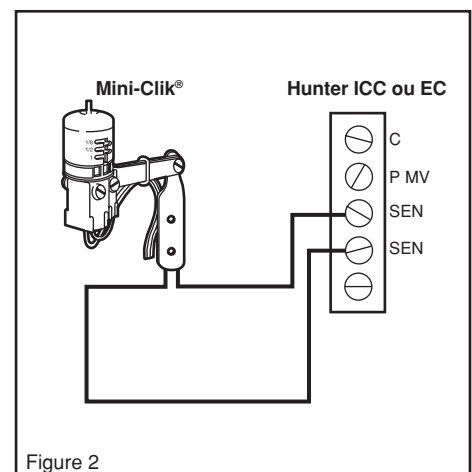

Figure 2
- Connectez un fil à une des bornes marquées «SEN» et l'autre à l'autre borne «SEN» (voir Figure 2).